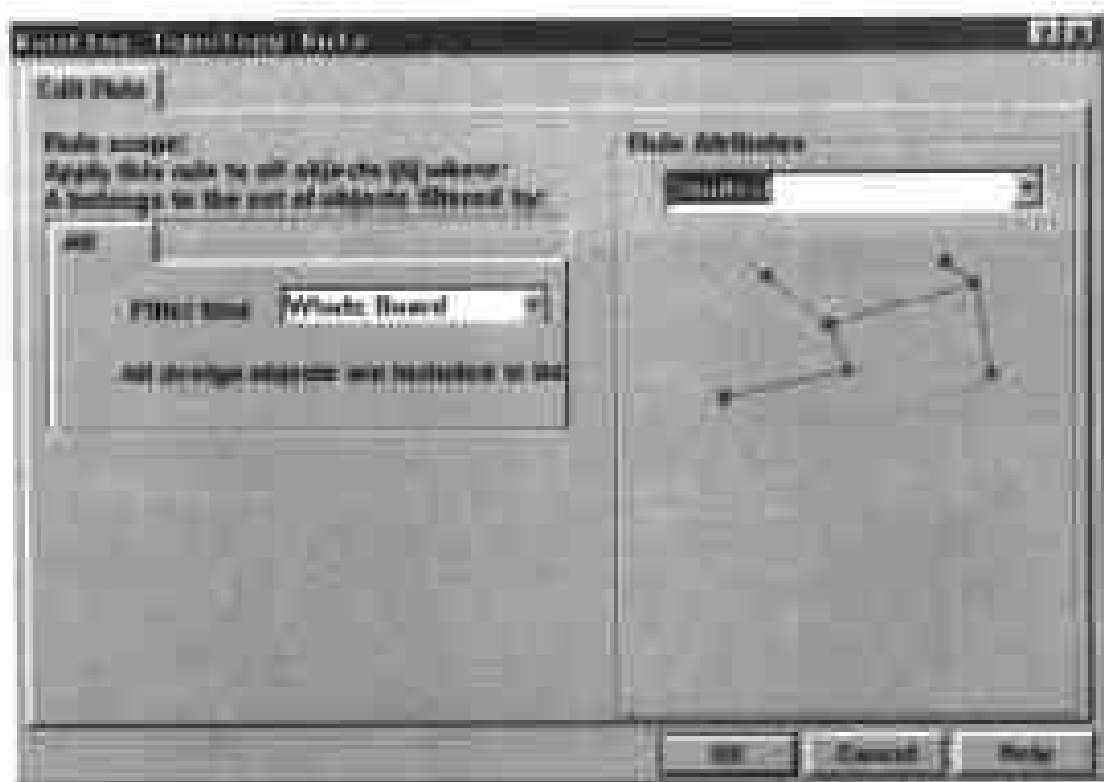

图 9-11 设置走线方式的对话框
(2) 在对话框下部的方框中只有 Scope 和 Topology 两栏。单击 Add 命令按钮,弹出如图 9-11 所示的对话框,供用户设置走线方式。
(4) 在图 9-11 所示的对话框右边单击 Rule Attributes 选区中的下拉列表框,在弹出的下拉列表中提供了 7 种选项,供用户设置不同的走线模式,选择了其中的某一种走线模式之后,在此下拉列表框下面就显示出对所选的走线模式进行说明的图案,如图 9-11 所示。这 7 个选项分别对应的走线模式如下: